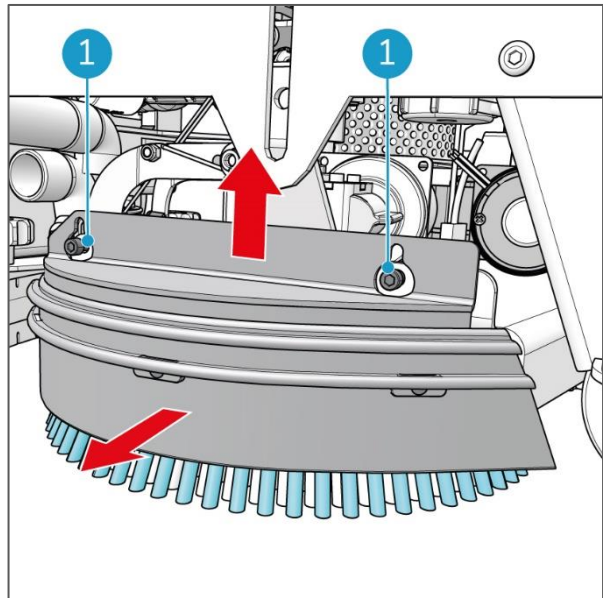
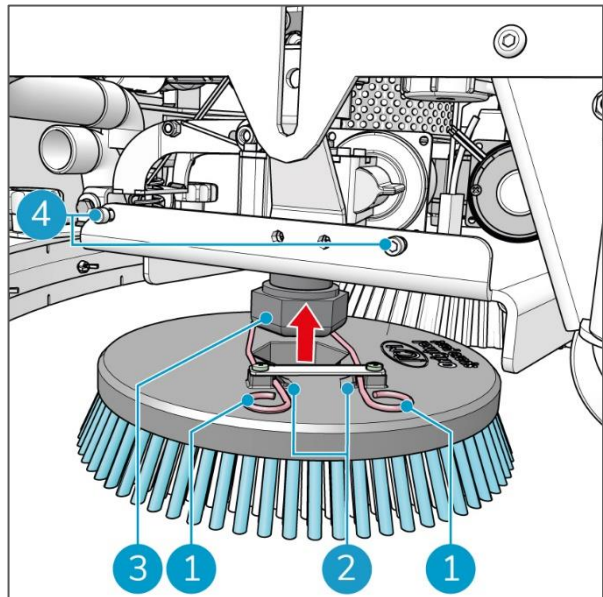

Figura 40
Figura 42
3. Sácala de sus tornillos de soporte (Figura 40, pos. 1) para retirarla.
1. Asegúrate de que los resortes (Figura 42, pos. 1) estén bloqueados en su sitio detrás de las levas (Figura 42, pos. 2).
2. Empuja el cepillo de disco sobre la tuerca hexagonal del eje de transmisión (Figura 42, pos. 3) y muévelo hasta que sientas que se coloca en su sitio.
3. Suelta los resortes para bloquear la abrazadera en la tuerca hexagonal (Figura 42, pos. 3).
4. Alinea los orificios de la cubierta gris del cepillo (Figura 40) con los tornillos de soporte (Figura 42, pos. 4).